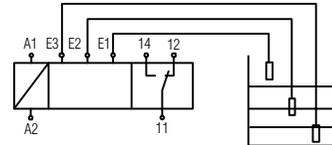

Figura 2: Diagrama de conexión e instalación de los electrodos hasta el NJB1-YW
4.11 Diagrama de conexión y secuencia de tiempos en función: ver Figura 2 a Fig. 3